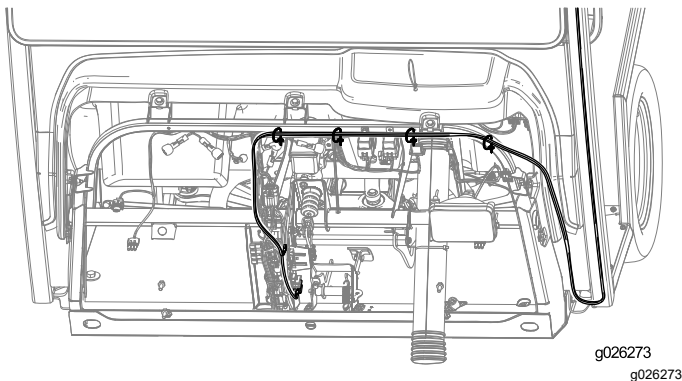

Рисунок 33
1. Проложите жгут проводов, как показано на Рисунок 33, и закрепите с помощью 4 кабельных стяжек.